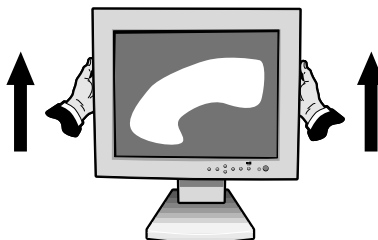

Abb. R.1
2. Halten Sie den Monitor an jeder Seite fest und heben Sie ihn so weit wie möglich an (Abb. R.1).